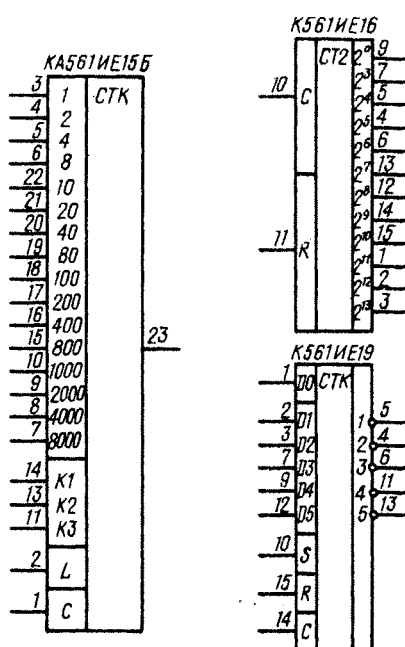

Рис. 26
Микросхема КА561ИЕ15Б (рис. 26) — делитель частоты с изменяемым коэффициентом деления. Она имеет входы для управления (К1, К2, К3, L) и подачи тактовых импульсов (С), а также шестнадцать входов для установки коэффициента деления, на которые подают сигналы двоично-десятичного кода. Диапазон изменения коэффициента — от 3 до 21 327.
Микросхема К561ИЕ16 (см. рис. 26) — четырнадцатиразрядный двоичный счетчик с последовательным переносом и коэффициентом деления  $K = 2^{14} = 16\,384$ . У него лишь два входа: R (для установки нулевого состояния) и С (для подачи тактовых импульсов). При уровне 1 на входе R счетчик устанавливается в нулевое состояние, а при
Микросхема К561ИЕ19 (рис. 26) — пятиразрядный счетчик типа сдвигающего регистра с возможностью параллельной записи информации и изменения коэффициента пересчета. Он имеет пять информационных входов (D1—D5) для параллельной и один (D0) для последовательной записи, входы разрешения параллельной записи (S), установки в нулевое состояние (R) и вход для подачи тактовых импульсов (C).